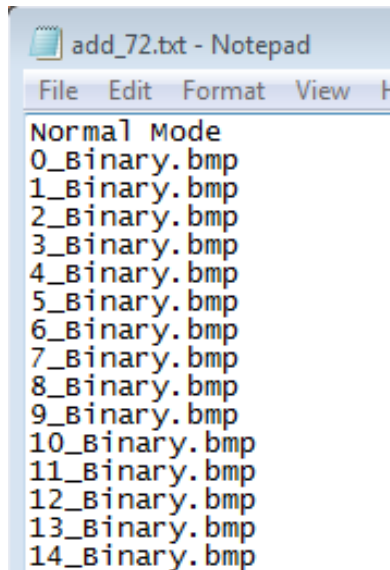
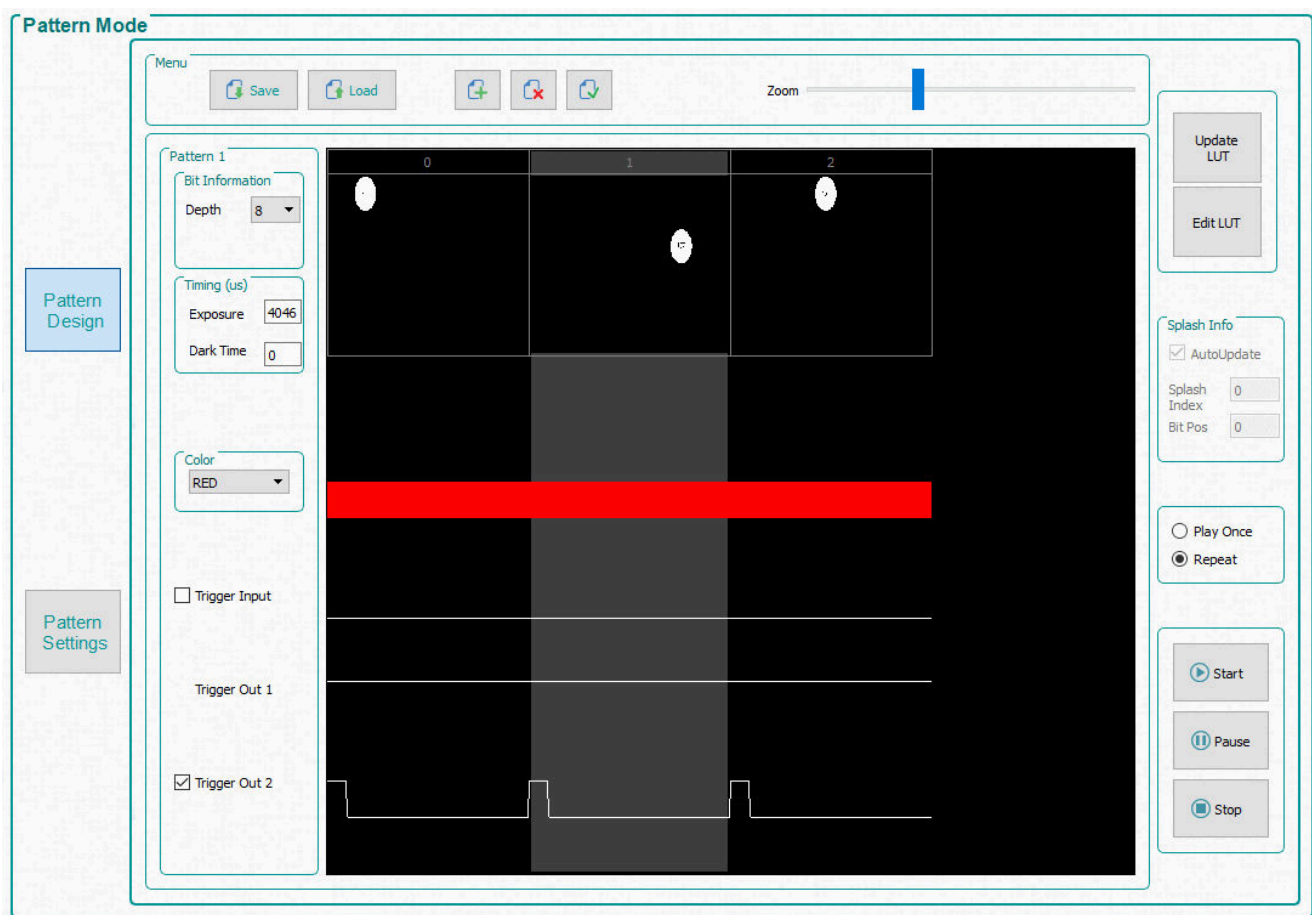

图 7-8. 从列表中添加
图 7-9. 图形序列
3. 点击 **Menu** (菜单) 栏中的 **Add Pattern** (添加图形) 按钮，然后浏览图像示例目录中的任意三个位图图像。请务必从正在使用的 EVM 中正确的图像文件夹中选择它们。可以在打开的文件对话框窗口中同时选择这三个图像。一次选择多个文件时，操作系统可能不会按照选择图像的的顺序加载它们。若要按照预定义的顺序添加图像，请使用 **Load** (加载) 按钮。选择此选项后，系统会按所需顺序从包含每个位图文件名的文本文件中加载图像。或者，用户可以使用 **Add Pattern** (添加图形) 按钮一次添加一个图像，以确保按顺序加载图像。图 7-8 显示了从文件加载图像的示例。位图图像必须与文本文件位于同一目录中。添加图像后，请参阅图 7-9。